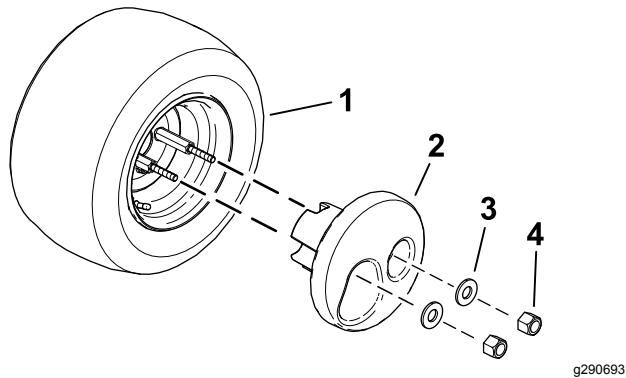

Figura 3
- Fije el peso a la rueda con 2 arandelas y 2 tuercas (Figura 3).